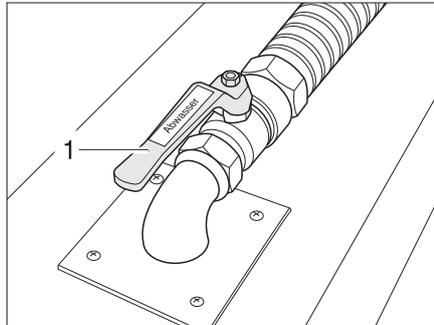

Bild 256 Abwasserhahn
Der Abwasserhahn (Bild 256,1) ist im Doppelboden angebracht. Der Abwasserhahn ist schwarz und durch den Schriftzug "Abwasser" gekennzeichnet.
- Abwasserhahn (Bild 256,2) öffnen. Das Abwasser läuft ab.